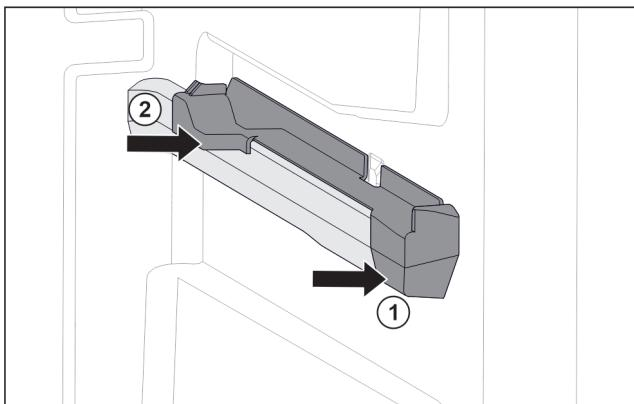

Fig. 51 Вставная часть на правом контейнерном ребре
- Наденьте вставную часть спереди на контейнерное ребро. Fig. 51 (1)
- Нажмите на вставную часть сзади. Fig. 51 (2)